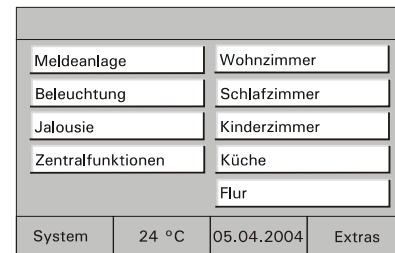

Fig.3
- Der Hauptseite (Projekt Startseite, Fig.3) ist eine Unterebene mit Bedienseiten zugeordnet, die in zwei Bildschirmansichten angezeigt werden können.